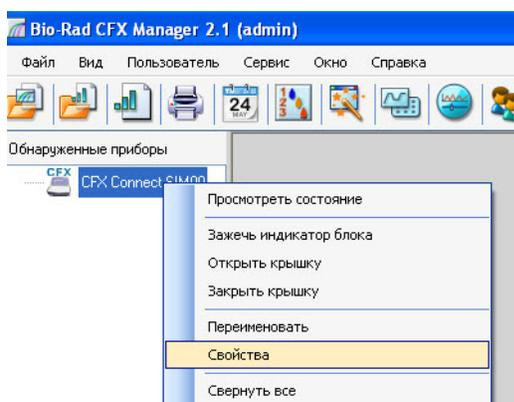

Рис. 1. Навигация на панели Обнаруженные приборы.
1. На панели **Обнаруженные приборы** щелкните правой клавишей мыши свой прибор CFX Connect и выберите **Свойства** (Рисунок 1).